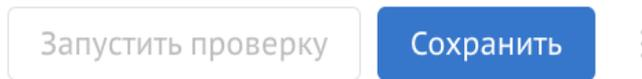

Рисунок 64. Сохранение шаблона.
5) Нажать на кнопку “Сохранить” в правом верхнем углу (Рисунок 64);